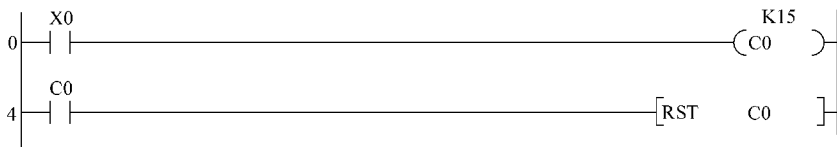

图 3-31 PLC 梯形图 (20)
13. 如图 3-31 所示的 FX2N 系列 PLC 程序可以实现 () 功能。